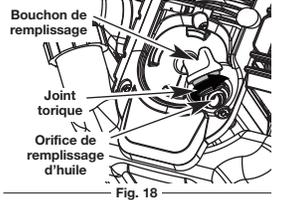

Fig. 18
3. Retirez le bouchon / la jauge d'huile du carter-moteur. Versez tout le contenu de la bouteille d'huile dans le carter-moteur (Fig. 18).